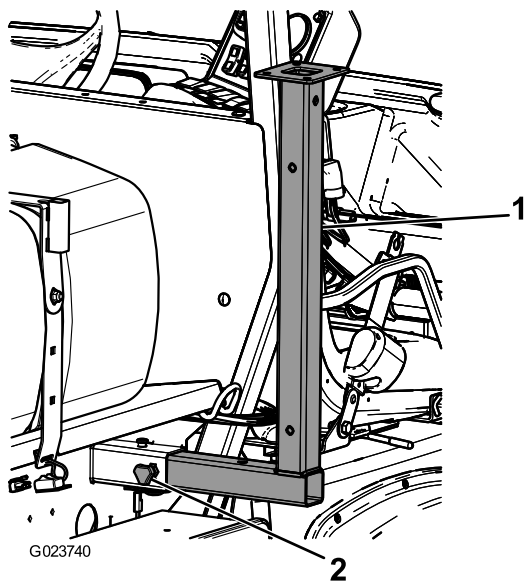

Figura 50
1. Coloque los gatos delanteros boca abajo en el bastidor cerca de los puntos de amarre delanteros (Figura 50).